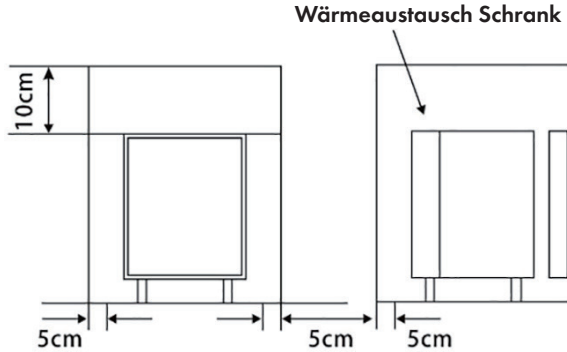

Abbildung 1
- 1 Stellen Sie Ihren Kühlschrank so auf, dass der Wärmeaustausch gewährleistet ist (wie auf Abbildung 1 dargestellt).